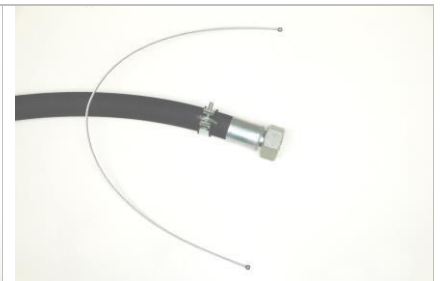
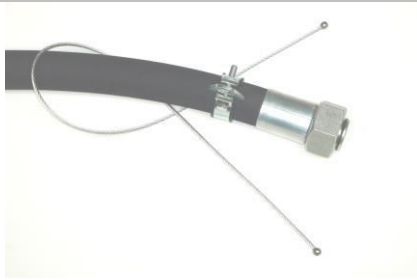

Abb. 3
Abb. 4
- Legen Sie das Fangseil auf die Schlauchleitung [Abb. 3]. Nehmen Sie die Seilenden und führen Sie diese so unter der Schlauchleitung hindurch, dass sich das Seil überkreuzt. Es entsteht eine Schlaufe [Abb. 4]. Im Anschluss schieben Sie die Seilenden durch die große Bohrung im Seillager. Ein weiterer Kreuzungspunkt entsteht [Abb. 5].